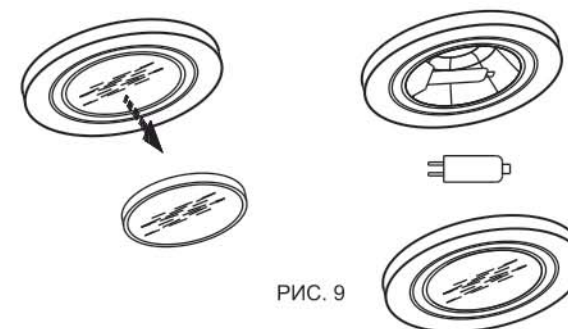

РИС. 9
8.6 Замена галогенной лампы (рис. 9):